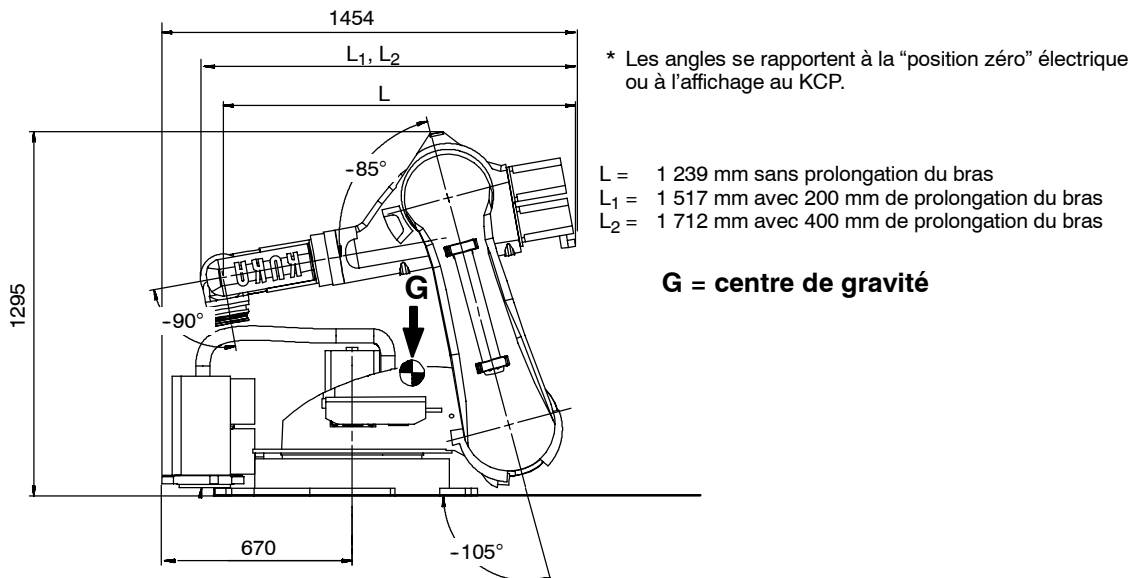
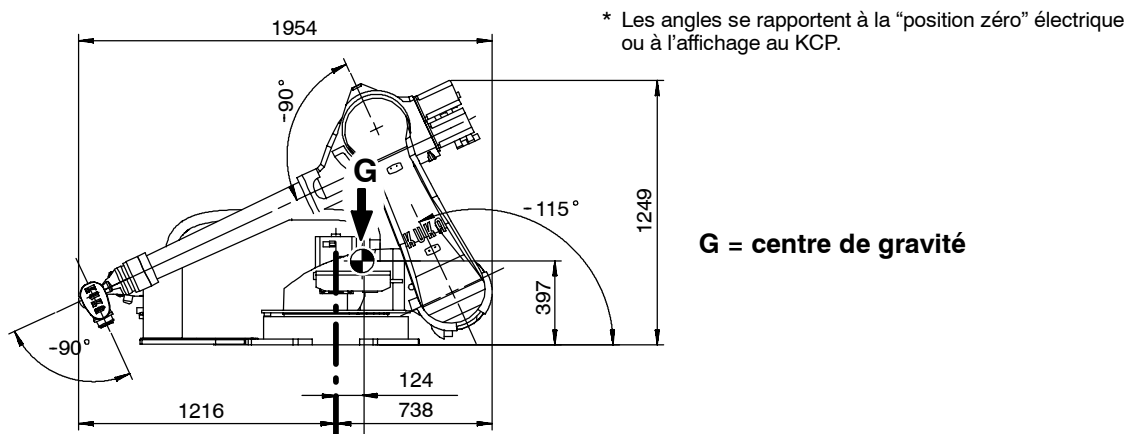

Fig. 52 Position de transport
Fig. 53 Position de transport, KR 60 L16-2 KS
- (2) Mettre le manipulateur en service et l'amener en position de transport (Fig. 52, Fig. 53).